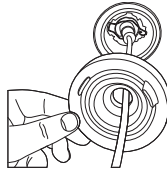

Bild 5
- Montera packningen på LED4-lampan och kontrollera att den är i rätt läge enligt Bild 5.